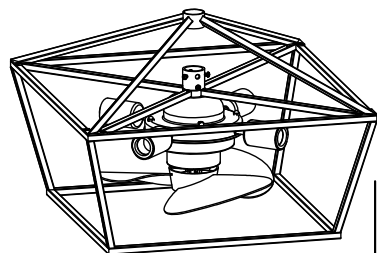

Figura 1
- Los usuarios pueden elegir el aspecto de la figura 1 o de la figura 2 para instalar el producto según sus preferencias